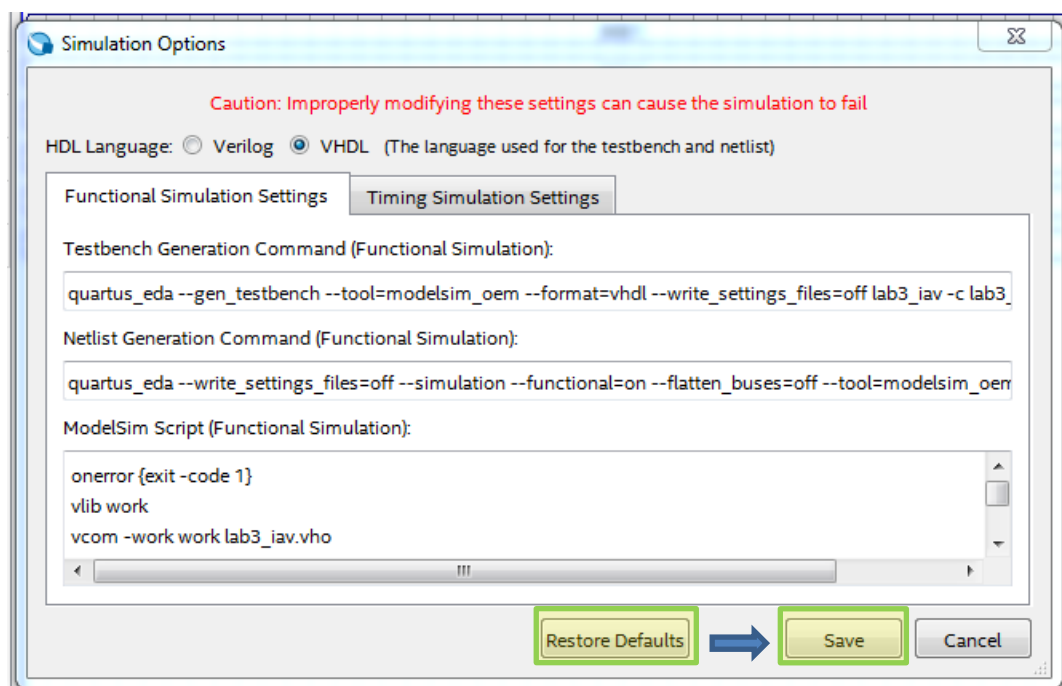

Рис.44 Настройка путей к файлу симуляции
6.9. Выполните в окне редактора эюр (рис. 44)